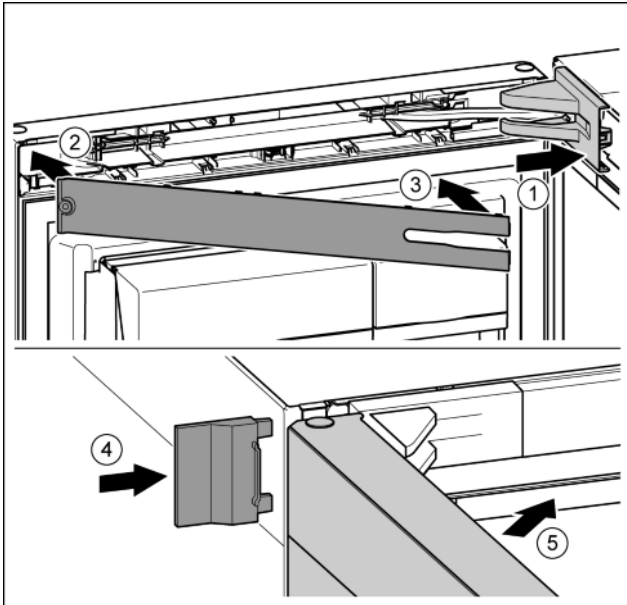

Fig. 43
- ▶ Helyezze fel és pattintsa be a csapágybak fedelét, szükség esetén óvatosan nyomja szét. Fig. 43 (1)
- ▶ Helyezze fel a lemezt. Fig. 43 (2)
- ▶ Fordítsa be és pattintsa be a lemezt. Fig. 43 (3)
- ▶ Tolja fel a külső fedelet. Fig. 43 (4)
- ▶ Csupja be a felső ajtót. Fig. 43 (5)